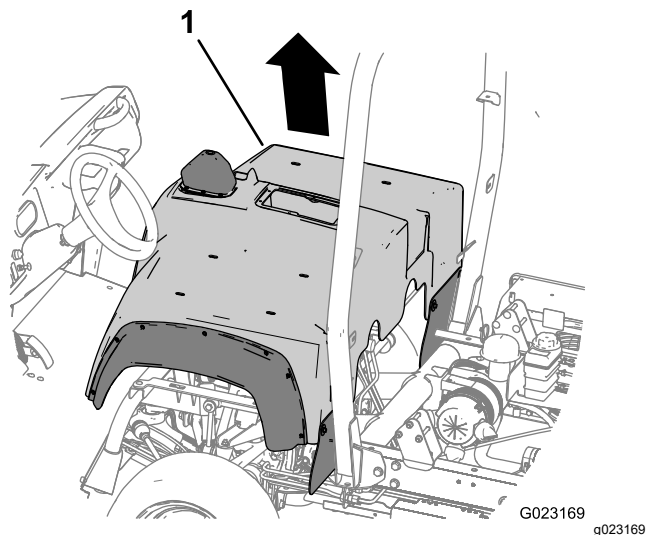

図 12
3. 運転台シュラウドを持ち上げて機体から取り外す 図 12。